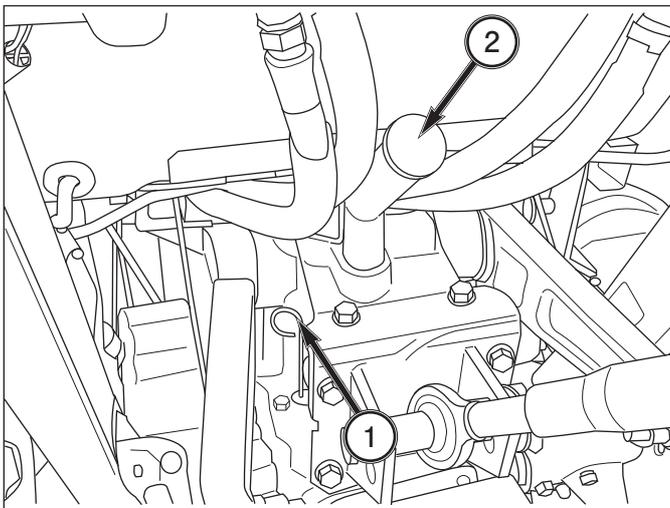

FIG. 6-8
**FIG. 6-8: Pour vérifier le niveau d'huile de transmission** – Garez le tracteur sur un sol de niveau. Contrôlez le niveau d'huile avec la jauge de niveau d'huile, 1.